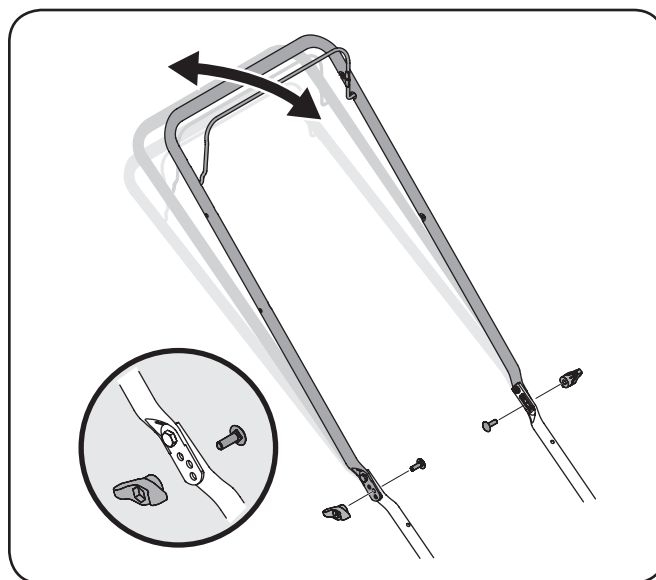

Figure 3-13
1. Quite los tornillos y tuercas de mariposa transporte de manejar. Vea Figure 3-13.
2. Coloque el mango en una de las tres posiciones que se sienta más cómodo. Vea Figure 3-13 inserción.